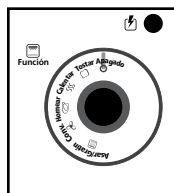

Figura 1
2. **Perilla selectora de función:** Seleccione la función de cocción girando la perilla a la graduación deseada. (Ver la Figura 1)